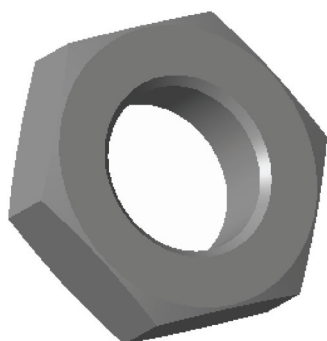

图 7-5 打开模型文件
STEP 01 单击快速访问工具栏中的“打开”按钮, 打开模型文件，如图 7-5 所示。